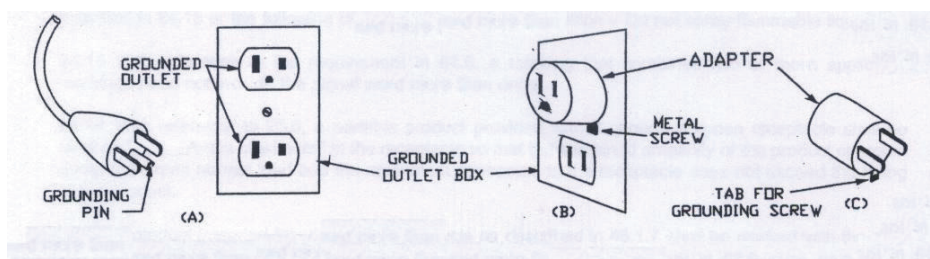

Bild 1.1
b) Dieses Produkt ist für die Verwendung in einem Nennstromkreis von 120 oder 230 V vorgesehen und verfügt über einen Erdungsstecker ähnlich dem in Skizze A in Abbildung 1.1 dargestellten Stecker. Ein temporärer Adapter ähnlich dem in den Skizzen B und C dargestellten Adapter kann verwendet werden, um diesen Stecker an eine 2- oder 4-polige Steckdose anzuschließen, wie in Skizze B gezeigt, wenn keine ordnungsgemäß geerdete Steckdose verfügbar ist. Der temporäre Adapter darf nur verwendet werden, bis eine ordnungsgemäß geerdete Steckdose (Skizze A) von einem qualifizierten Elektriker installiert wurde. Die grün gefärbte starre Öse, der Ansatz oder ein ähnliches Teil, das vom Adapter ausgeht, muss an eine dauerhafte Erdung angeschlossen werden, z. B. an eine ordnungsgemäß geerdete Abdeckung des Steckdosenkastens. Wenn der Adapter verwendet wird, muss er durch eine Metallschraube an Ort und Stelle gehalten werden. (Der temporäre Adapter ist in Kanada nicht anwendbar.)